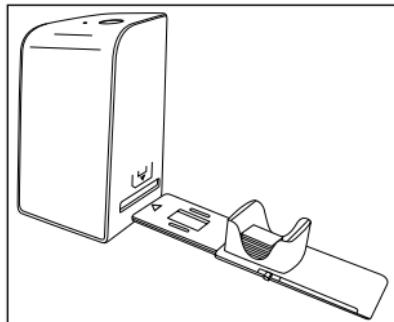

Abbildung 2
- ◆ Legen Sie die Dias seitenrichtig in den dafür vorgesehenen Schacht des Dia-Magazins ⑥. Es können ca. 10-12 Dias (je nach Größe) in das Dia-Magazin eingelegt werden.
- ◆ Führen Sie das Dia-Magazin ⑥ mit dem Sichtfenster zuerst in den rechten Einschub ④ ein. Beachten Sie dabei, dass die Dreiecksmarkierung voran und sichtbar ist (siehe Abbildung 2).